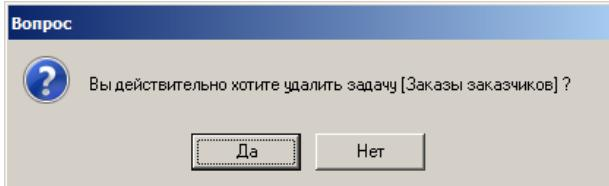

Рисунок 270. Пример диалоговой формы
- 14 В появившейся диалоговой форме «Вопрос» подтвердить удаление с помощью кнопки **Да**. (рис. 270).